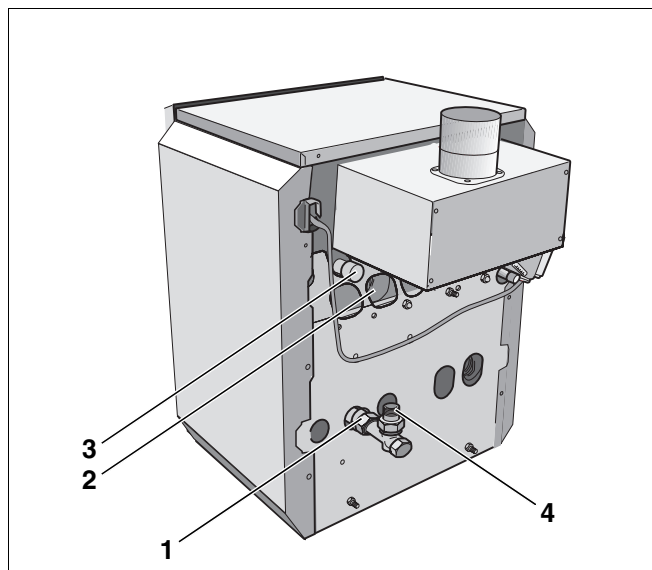

Fig. 10 Racorduri Logano G124 WS
- Racordați returul instalației la piesa G 1¼ pe R 1 (Fig. 10, **Poz. 4**).
- Racordați turul instalației la cazanul VK (Fig. 10, **Poz. 3**).
- Conectați turul unui boiler (Fig. 10, **Poz. 2**) la racordul VS.